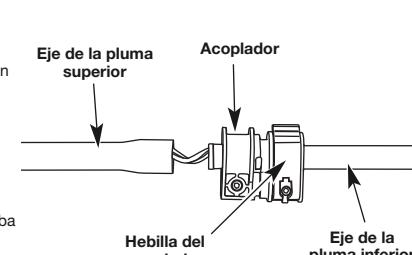

Fig. 2
**NOTA:** Asegúrese de que la hebilla del acoplador esté en la posición cerrada con abrazaderas y que el acoplador esté en la parte superior de su área de recorrido en la pluma inferior (Fig. 2).